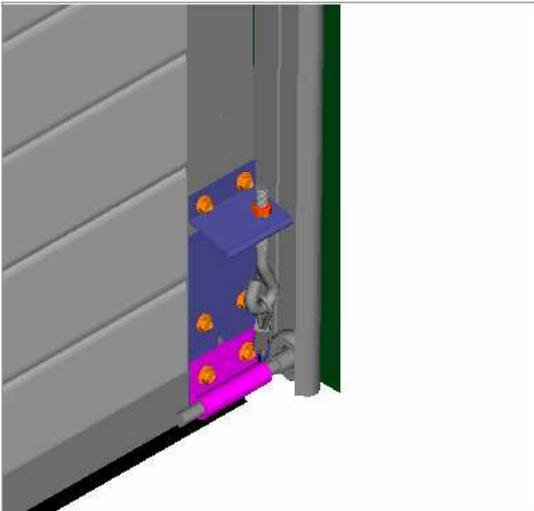
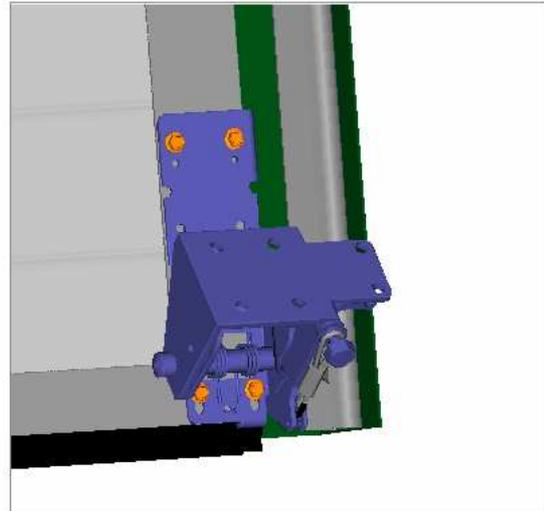

Figura: 7 Suporte do cabo de aço com afinador
Figura: 8 Suporte de segurança ao cabo de aço
- - Monter un panneau à la fois, en ayant attention au montage qui se fait du bas vers le haut, avec les panneaux de 600mm, suivis des panneaux de 500mm. Pendant le montage du premier panneau faire la liaison du câble en acier au support du câble - Figure 7, ou faire la liaison au système de protection aux câbles (en option) – Figure 8.